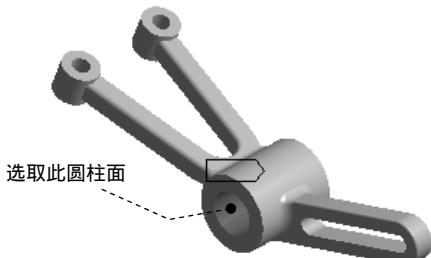

图 7.7.5 添加圆柱约束
步骤 08 添加圆柱约束。在“ Outline ”窗口中右击 Static Structural (AS) 选项，在弹出的快捷菜单中选择 **Insert** → Cylindrical Support 命令，弹出“ Details of ‘ Cylindrical Support ’ ”对话框。选取图 7.7.5 所示的圆柱面为约束对象，在 **Geometry** 后的文本框中单击 Apply 按钮；在 **Definition** 区域的 **Radial** 下拉列表中选择 **Fixed** 选项，在 **Axial** 下拉列表中选择 **Fixed** 选项，
在 **Tangential** 下拉列表中选择 **Free** 选项，结果如图 7.7.5 所示。